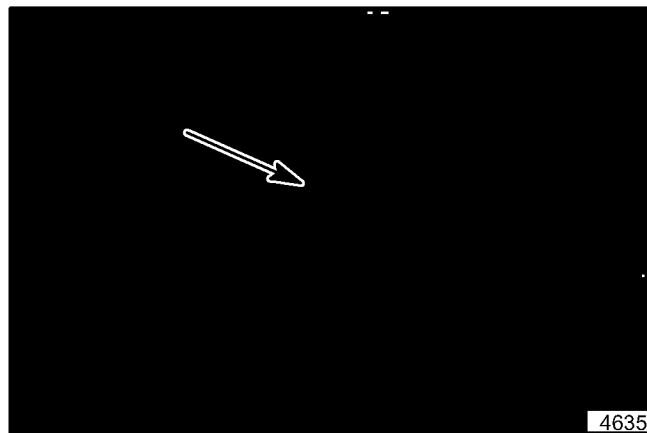

Figura 13. Control del Cebador
4. Use el cebador cuando lo necesite, para encender un motor frío. El control del cebador está localizado en la parte delantera del motor (vea la figura 13).